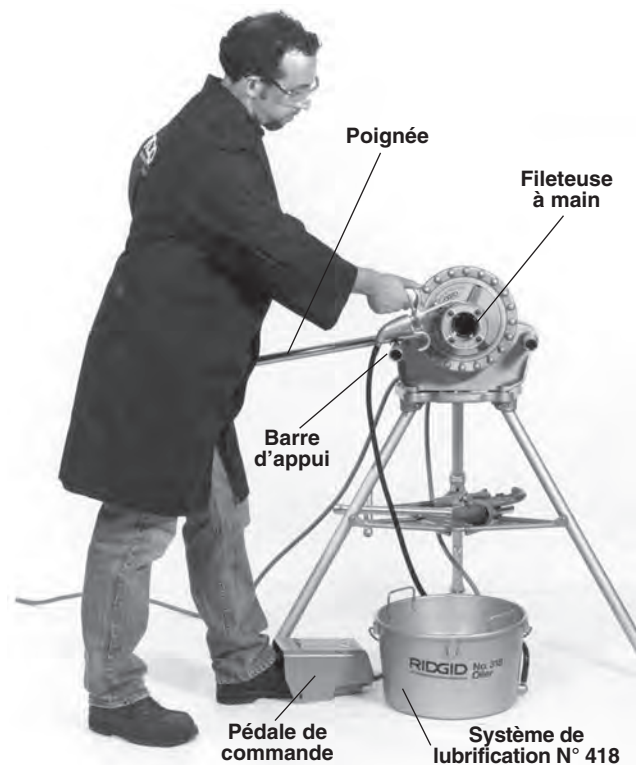

Figure 8 – Filetage à l'aide d'une fileteuse à main
- Positionnez la pédale de commande de manière à pour contrôler l'appareil, ses outils et le tuyau en toute sécurité. Comme indiqué à la (Figure 8), la pédale doit permettre à son utilisateur de:
3. Tenez-vous en position de travail appropriée (*Figure 8*). Cela vous permettra de maintenir votre équilibre et de contrôler l'appareil et les outils en toute sécurité.
9. Retirez votre main droite de la tête de filière et lubrifiez copieusement le tuyau d'huile pendant l'opération de filetage (Figure 8).